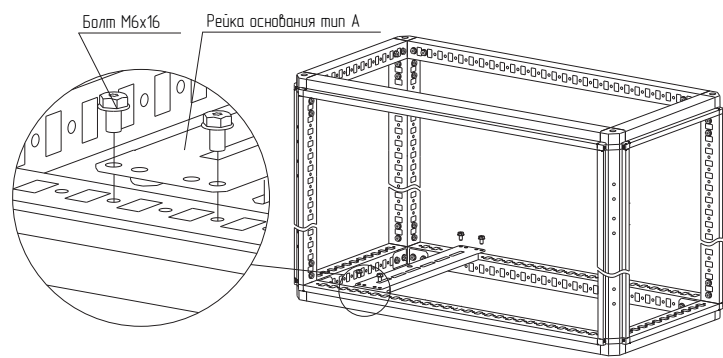

Рисунок 33
4.18.2 Установить рейку основания тип А на основание или крышу и закрепить болтами М6×16 (рисунок 33). Момент затяжки – 7 Н·м. Болты приобрести отдельно.